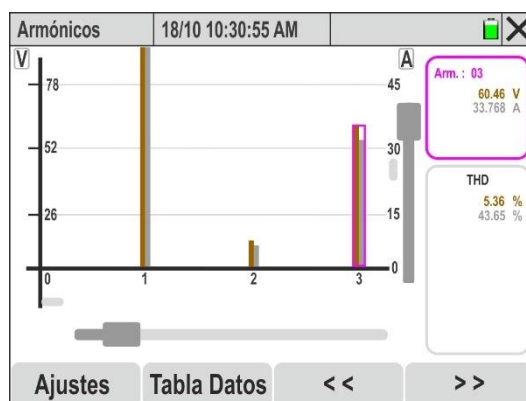

Fig. 57: Análisis armónico tensión y corriente para cada fase
14. Con la selección de las señales de tensión y corriente de cada fase los gráficos de histograma de los pares V1N&I1, V2N&I2, V3N&I3 o VNPE&IN se muestran en la Fig. 57